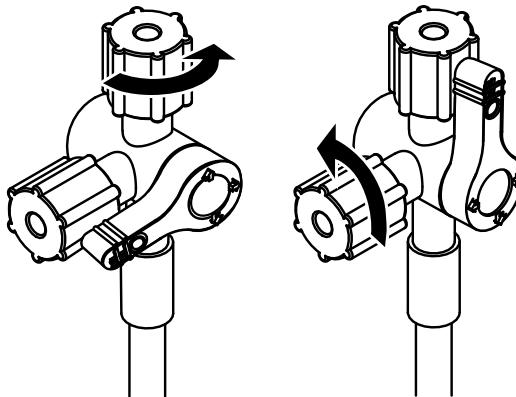

Abbildung 2. 3-Wege-Ventil in den geöffneten Positionen
1. Entnehmen Sie das Instrument aus der Verpackung und vergewissern Sie sich, dass der Innendurchmesser (ID) der Schleuse für den maximalen Durchmesser des einzuführenden Instruments oder Katheters geeignet ist.
3. Bereiten Sie die Schleuse für das Spülen vor und vergewissern Sie sich, dass das 3-Wege-Ventil geöffnet ist. Sie haben dafür zwei Möglichkeiten. Siehe Abbildung 2.